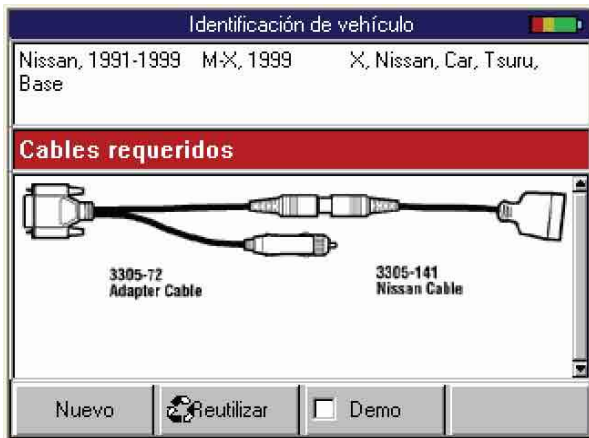

Figura 3.9: Identificación del Vehículo - Pantalla Cables Requeridos (Required Cables)
- b Seleccione la **Descripción del Vehículo** de interés y luego presione la tecla **ENTER**. Se muestra la ilustración de los Cables Requeridos (Required Cables). Vea Figura 3.9 en la página 18.
**NOTA:** El listado disponible en el menú Reutilizar Vehículos tiene capacidad para veinticinco (25) descripciones. Cuando éstas se completan, las descripciones más antiguas se borran gradualmente de la lista a medida que se incorporan nuevas. Para impedir la eliminación de alguna o más descripciones de interés, selecciónela y luego presione la Tecla de Función **Guardar (Save)**. Se agregará un icono de disco junto a la descripción. De manera similar, utilice la Tecla de Función **Eliminar (Delete)** para borrar cualquier descripción de vehículo que no sea de interés.